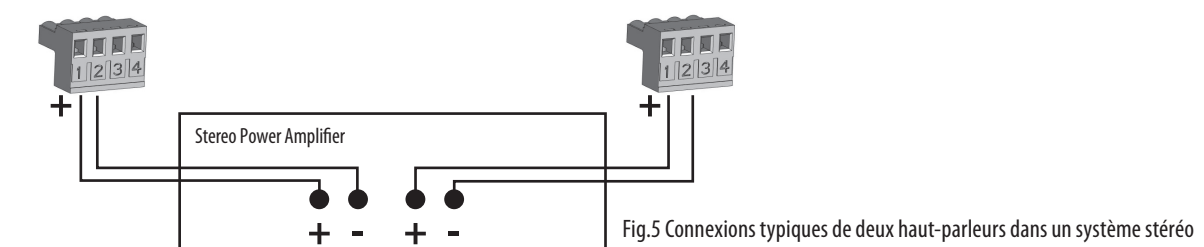

Fig.5 Connexions typiques de deux haut-parleurs dans un système stéréo
- Schieben Sie die Fliesenplatte zurück in die abgehängte Decke. Die Fliesenbrückenenden ragen über die Geländer und tragen das Gewicht des Lautsprechers. (Abb.5)